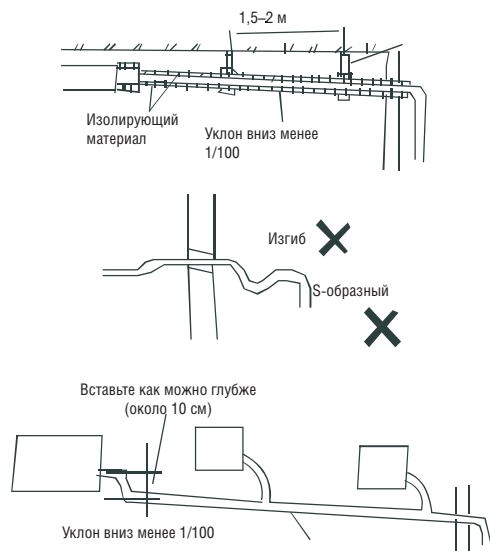

Рис. 8-1
- При установке трубы обратите внимание на рис. 8-1.